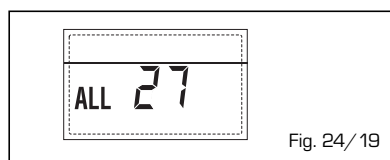

Fig. 24/19
- ANOMALÍA COHERENCIA ENTRADA (S3) SÓLO POR SISTEMA 7 "ALL 28" (fig. 24/20)